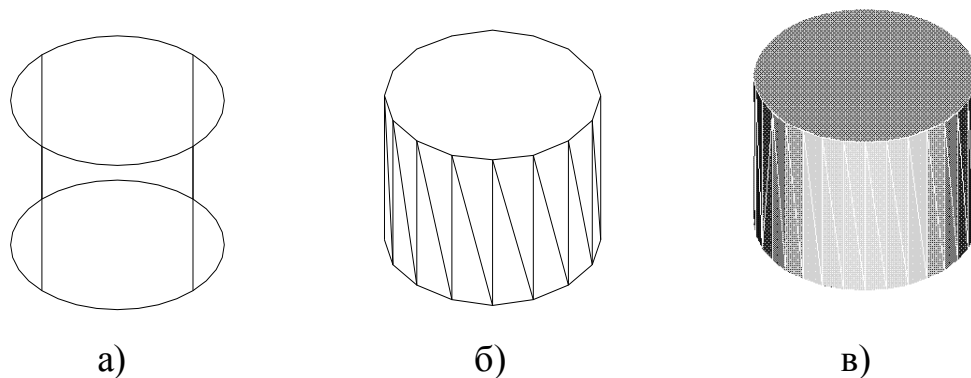

Рис. 108
4. Команда **CYLINDER (ЦИЛИНДР)** позволяет создавать твердотельные цилиндры (рис. 108). Запросы команды совпадают с запросами команды **КОНУС**. Центральная ось цилиндра совпадает с осью Z.
Построив каркас цилиндра (рис. 108, а), используем команду **HIDE (СКРЫТЬ)**, рис. 108, б, и команду **ТЕНИ** из падающего меню **ВИД** (рис. 108, в).